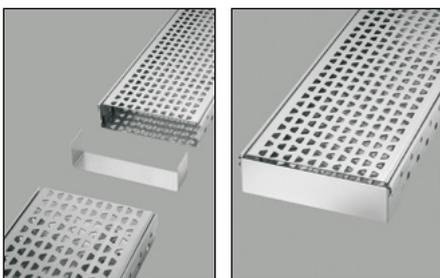

Abb. 1
4. Sollen mehrere Rinnenelemente aneinander gesetzt werden, so können diese mit den mitgelieferten U-Teilen miteinander verbunden (Abb. 1) werden. Diese U-Teile sind auch als Endkappe (Abb. 2) einsetzbar.